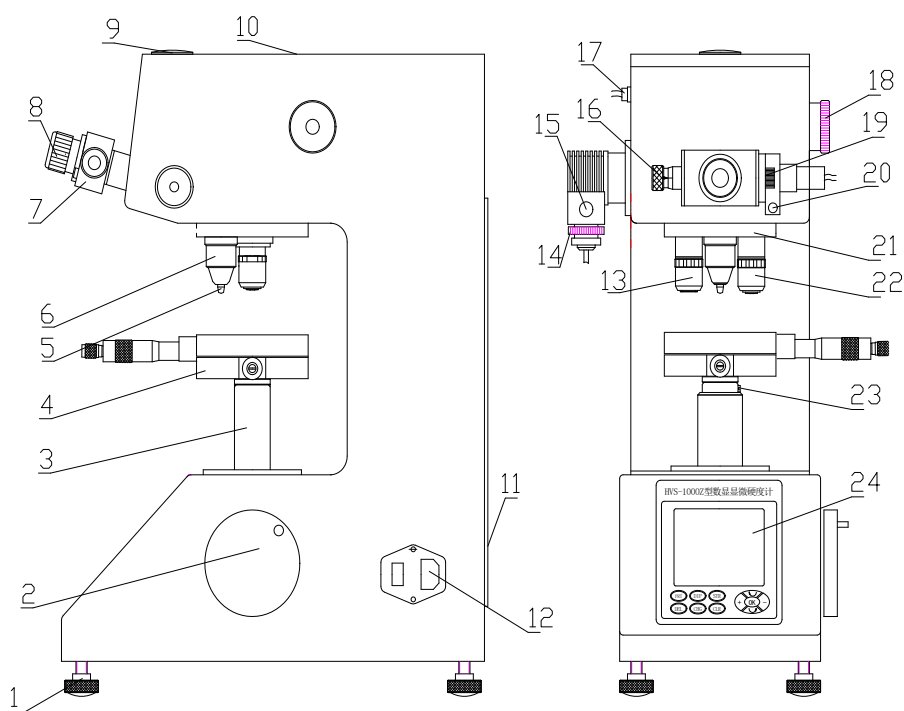

图 1
- 2.3 从附件箱中取出水平调节螺钉(1)旋在主体底部，并调至水平(图 1)。
2.10 拔出防尘盖，将目镜(7)从附件箱中取出，按(图 1)插入孔内，并插到底。目镜(7)上的电线插头插在主体左边的圆插座(17)内。